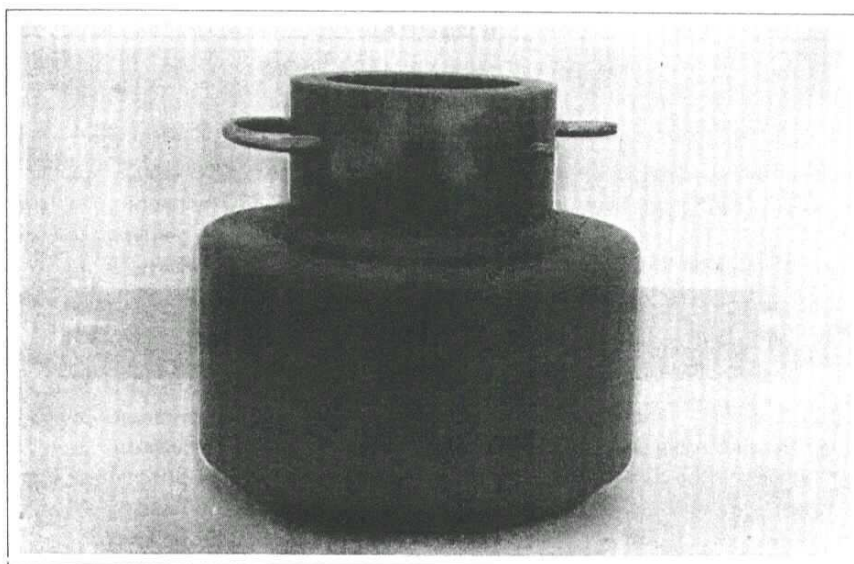

Fig 2-4. Bloco de choque
d. **Bloco de choque** (Fig 2-4) — peça cilíndrica, de aço, que recebe o munhão esférico do tubo de 60mm e através dele os esforços do tiro, fazendo o papel de placa base.